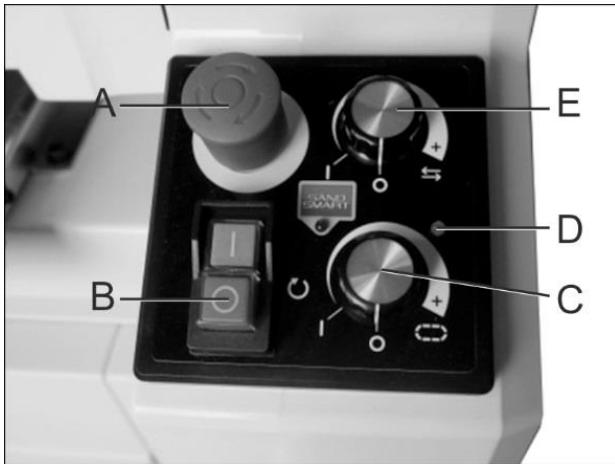

Рис. 9-1: панель управления
2. Сбросьте аварийный выключатель, повернув красную кнопку по часовой стрелке или потянув за нее (A, Рис. 9-1).
**Примечание:** если перед запуском двигателя регулятор скорости движения транспортерной ленты не установлен в положение ВЫКЛ. (OFF), то будет мигать индикаторная лампочка (D, рис. 9-1). Такая система оповещения помогает предотвратить непреднамеренный запуск транспортерной ленты. Если двигатель транспортера не работает, переведите регулятор (С, рис. 9-1) в положение ВЫКЛ. (OFF) и повторно установите скорость движения ленты.
3. Чтобы запустить двигатель барабана, включите переключатель Вкл./Выкл. (B).
Шлифовальный станок можно использовать как при зафиксированном в осевом направлении барабане, так и в режиме осцилляции. Верхний регулятор (E, рис. 9-1) активирует режим осцилляции.